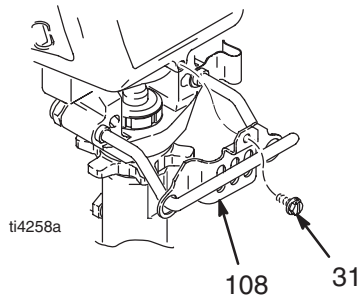

Fig. 8
1. Renspola pumpen (13).
3. Fig. 8. Skruva bort skruven (31) och skjut fram pumstångskyddet (108).
7. Fig. 8. Montera pumstångskyddet (108) med skruven (31).